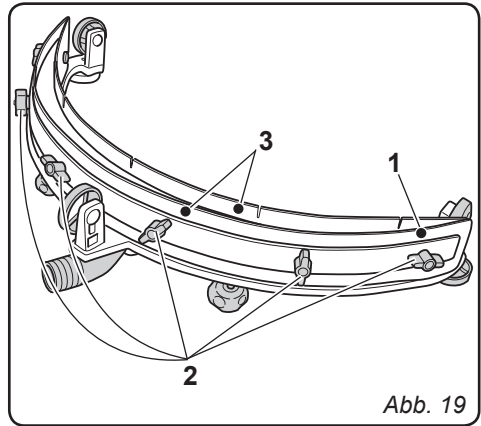

Abb. 19
11.1.f - Auswechseln des Wischergummis (Abb. 19)